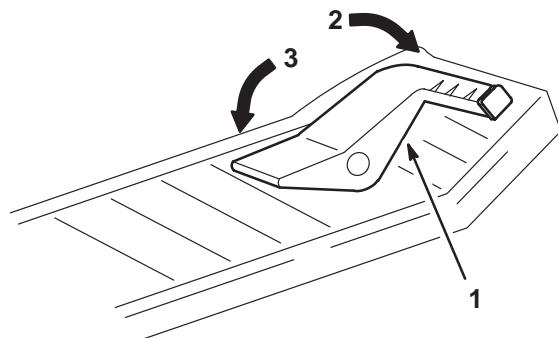

Figure 13
2. Posez le pied sur la pédale de déplacement (Fig. 13) et appuyez progressivement sur le haut de la pédale pour avancer, ou sur le bas pour faire marche arrière.